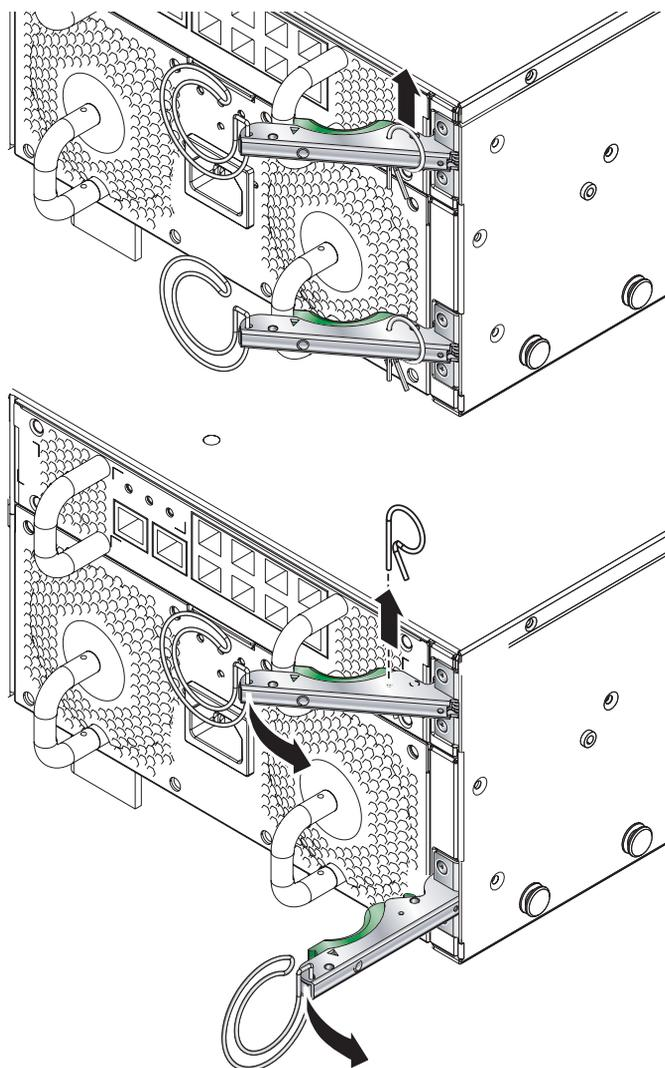

FIGURE 3-5 Retrait des broches de retenue des modules
2. Retirez les broches de retenue des modules (FIGURE 3-5).